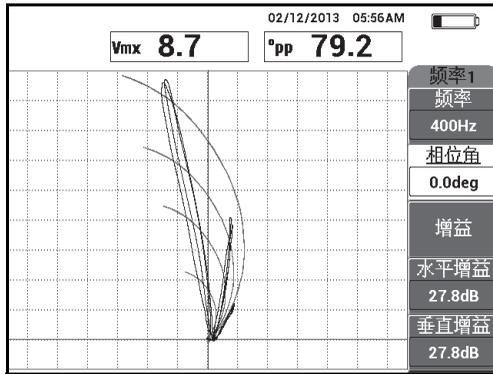

图 5-219 叠加图像（用于绝对远场检测信号分析的背景电压平面图）
8. 使用旋钮选择**远场检测侵蚀和腐蚀**应用，然后按确定键（）接受。屏幕上出现与前面的校准设置叠加在一起的信号（参见第 265 页的图 5-219）。